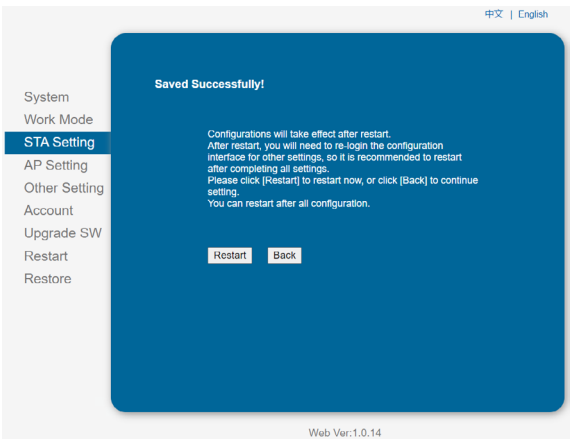

Fig. 49. Configuración de la WiFi guardada.
8. El sistema mostrará le mensaje "Saved Successfully", hacer clic en "Restart" para completar la configuración de la WiFi. Ver Fig. 49.